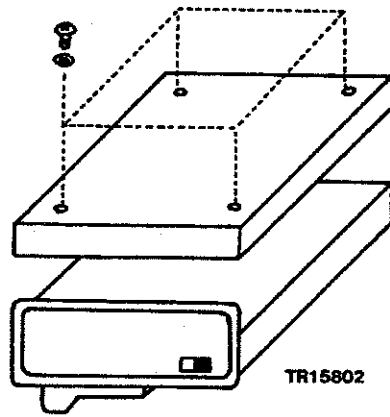

図5-1 ケースのはずし方
- ① TR6851本体からTR15802バッテリー・ユニットを外します。
- ② 上ケースにある4本のネジを外し、ケースを外します。[図5-1]参照